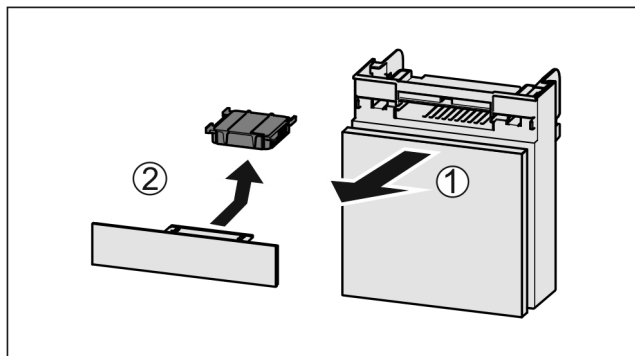

Fig. 51
- ▶ Zásuvku vytáhněte dopředu Fig. 51 (1).
- ▶ Filtr s aktivním uhlím vyjměte Fig. 51 (2).